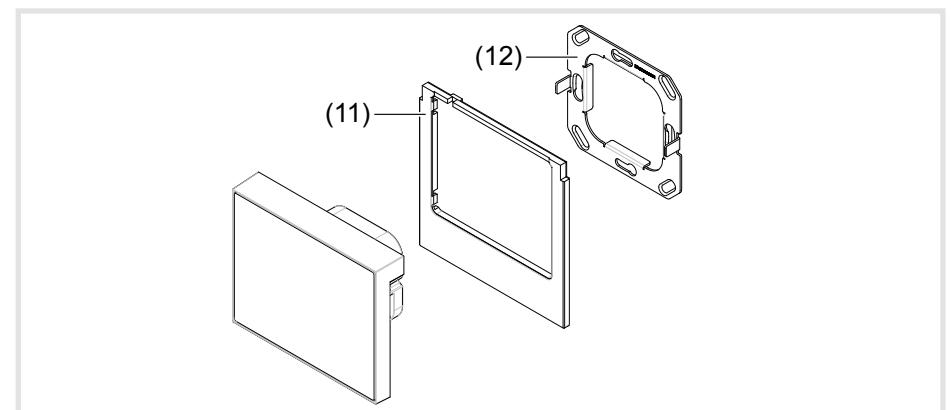

Figura 10: montaggio
- Applicare la parte posteriore della cornice design (11) e premere sui punti di fissaggio (15) fino a farla scattare.
- Posizionare l'apparecchio correttamente sull'anello di supporto in modo tale che gli alloggiamenti sull'apparecchio (13) e le punte poste sull'anello di supporto (12) siano perfettamente sovrapposte (figura 10).
- Premere lentamente l'apparecchio sull'anello di supporto (12) fino a quando le molle di serraggio (16) si innestano nell'anello di supporto e i punti di fissaggio magnetico (14) fissano ulteriormente l'anello di supporto.